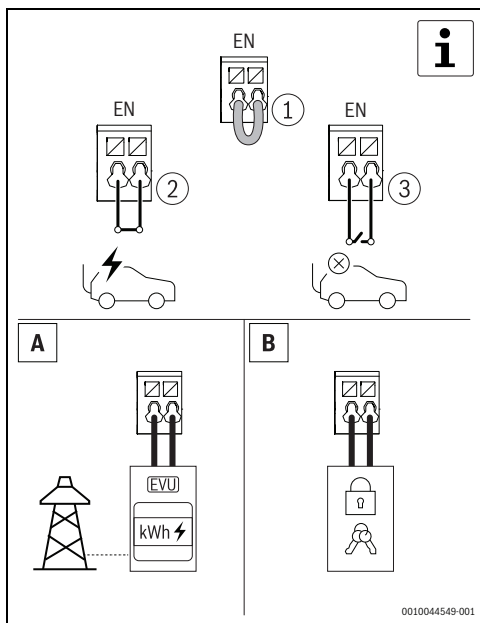

Fig. 359 Valgfri digital inngang
- ▶ Åpne Power Charge 7000i med RFID-kortet, appen eller den eksterne blokkeringsenheten. Dette trinnet er valgfritt (→ fig. 359 og 6.1.5, side 365).